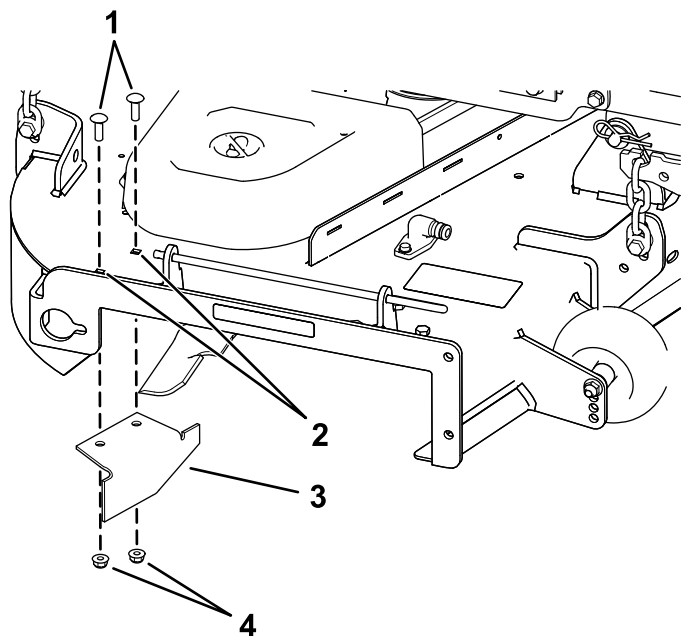

Figura 19
14. Localize o abafador de corte no saco das peças soltas, retire as fixações nos furos posteriores da placa de descarga e instale o abafador na abertura de descarga lateral na plataforma do cortador (Figura 19).